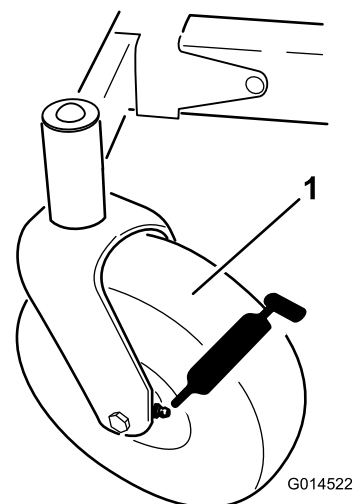
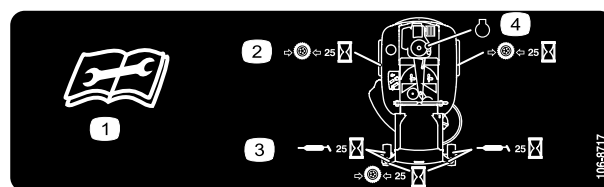

Figura 30
Figura 31
3. Limpe os encaixes de lubrificação (Figura 30 e Figura 31) com um trapo.
4. Ligue uma pistola de lubrificação ao encaixe (Figura 30 e Figura 31).